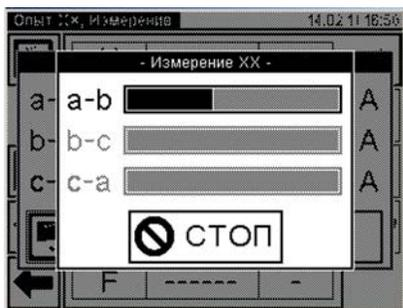
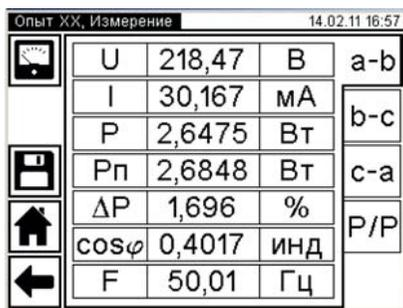

Рисунок 6.25
Рисунок 6.26
12) Выполнить измерение при подаче напряжения возбуждения на фазы "a" и "b", для чего щелкнуть по кнопке (рисунок 6.24). На экране появится окно, демонстрирующее динамику процесса измерения (рисунок 6.25), а затем – окно с результатами измерения (рисунок 6.26). При необходимости процесс измерения может быть остановлен нажатием кнопки